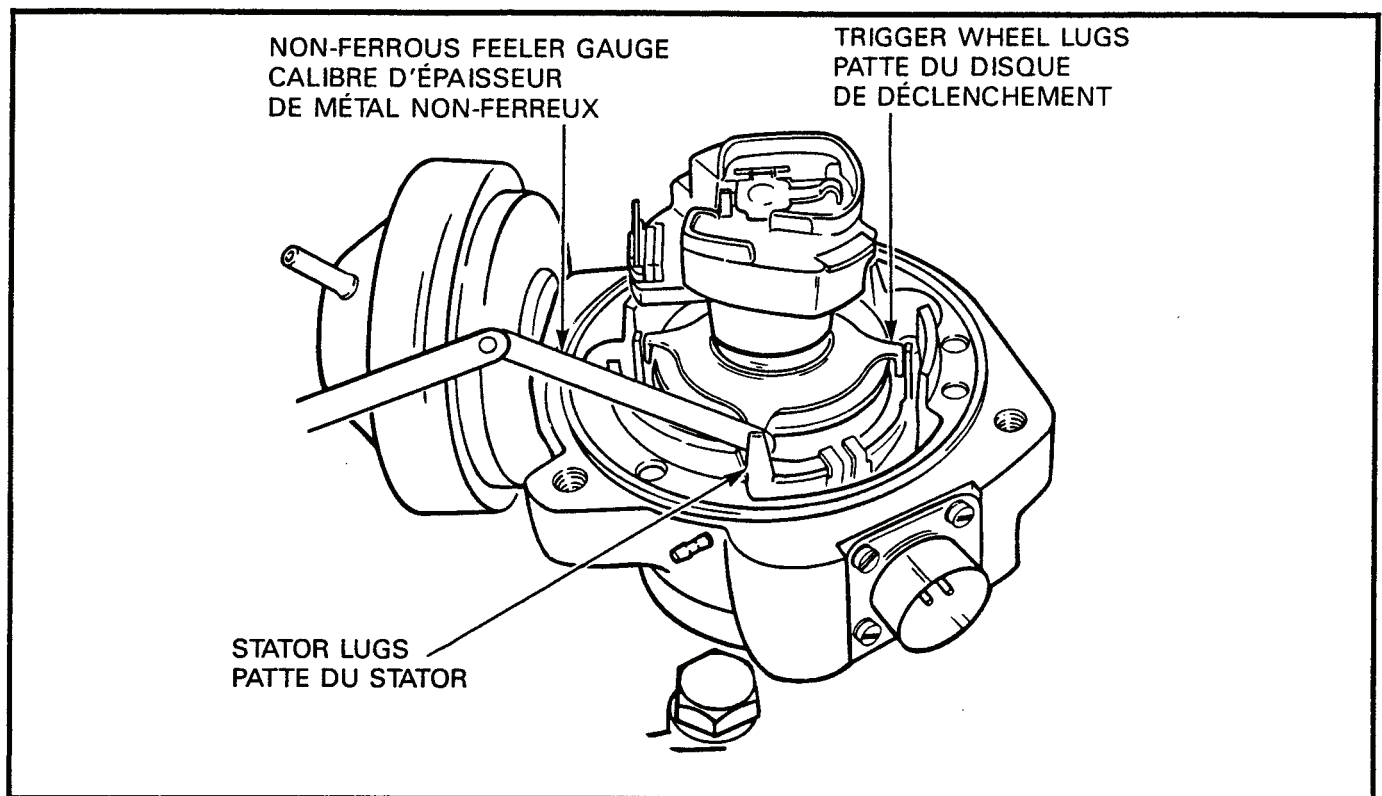

Figure 2-5-15 Gap Measurement Between Lugs of Trigger Wheel and Stator
m. Check the gap between the trigger wheel lugs and the stator lugs with the trigger wheel in four different positions, see Figure 2-5-15. The gap should be 0.25 mm (.010 in). If necessary adjust the gap by bending the trigger wheel or stator lugs.	m. Vérifier le jeu entre les pattes du disque de déclenchement et les pattes du stator en plaçant le disque dans les quatre positions possibles, voir figure 2-5-15. Le jeu devrait être de 0.25 mm (.010 po). Si requis, ajuster le jeu en exerçant une pression sur les pattes du disque ou du stator.